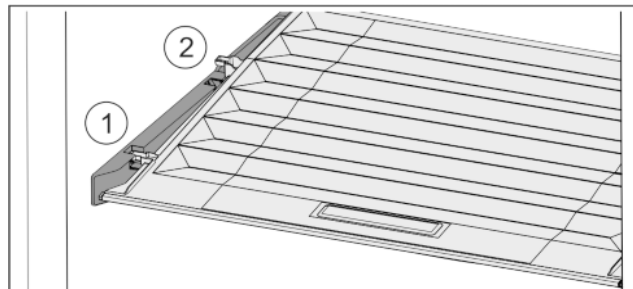

Fig. 33
- ▶ Pokrov povlecite naprej Fig. 33 (1) do odprtine v držalnih delih.
- ▶ Zadaj ga od spodaj dvignite in odstranite Fig. 33 (2) navzgor.